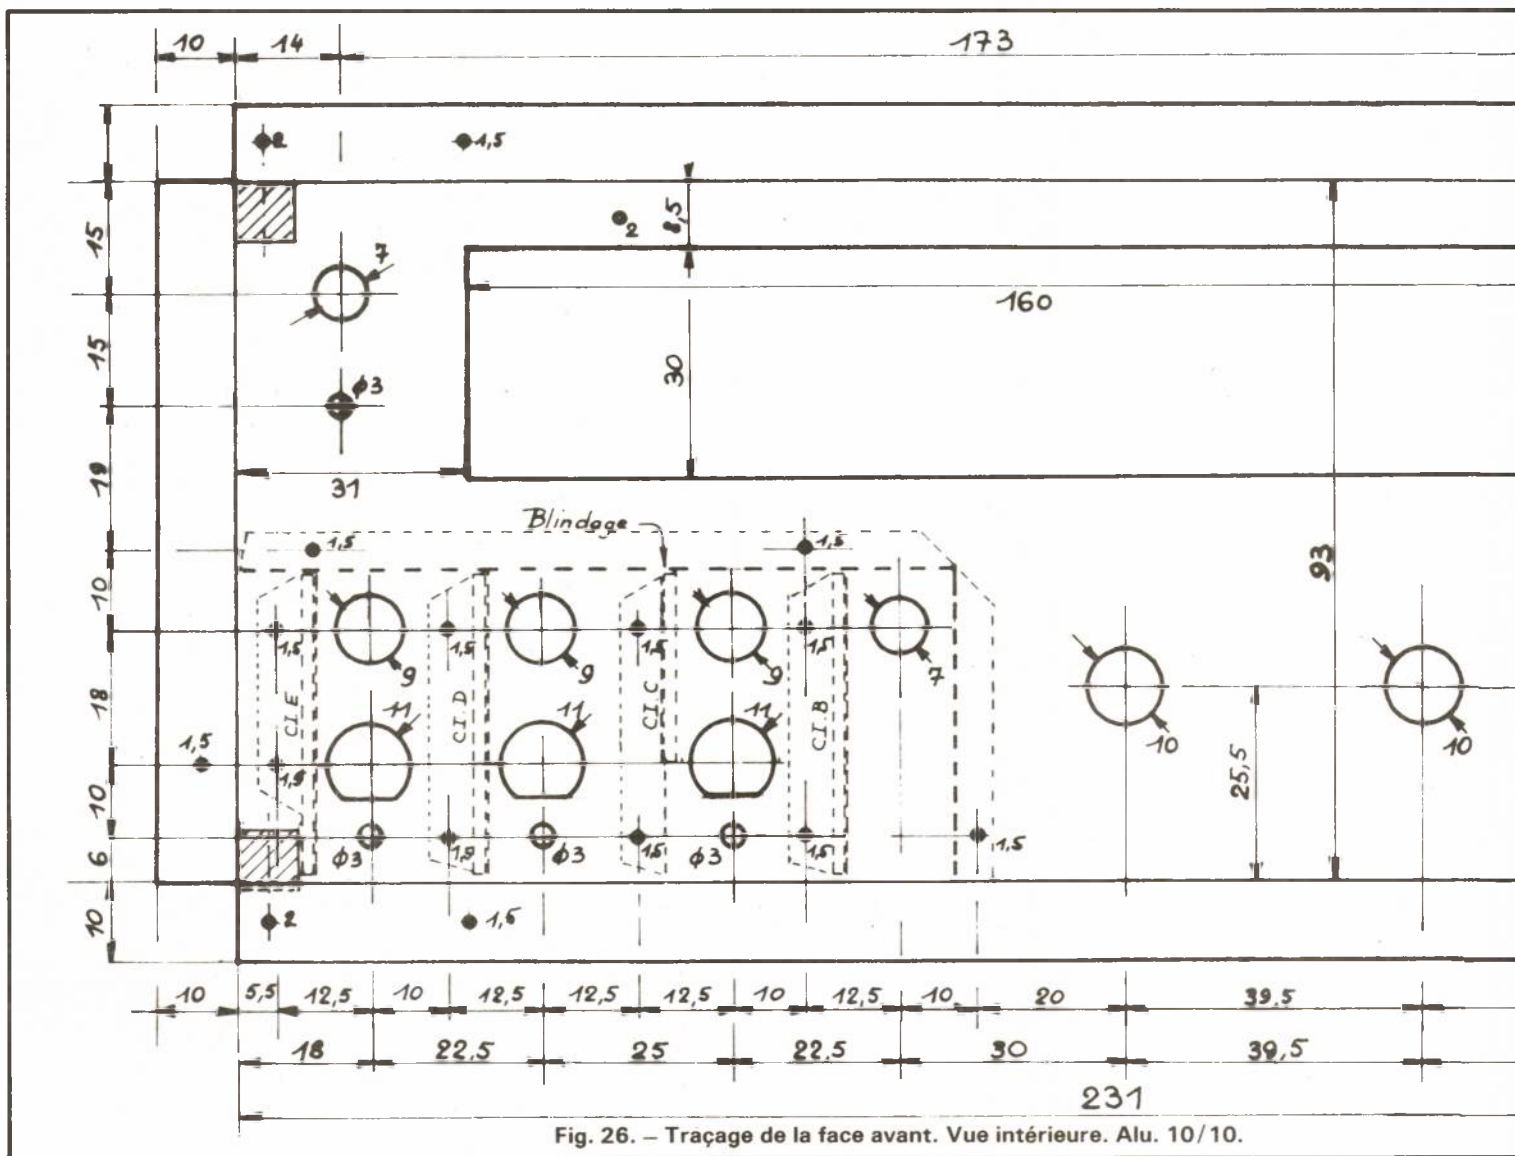

Fig. 26. — Traçage de la face avant. Vue intérieure. Alu. 10/10.
a) Le flasque avant (voir fig. 26)